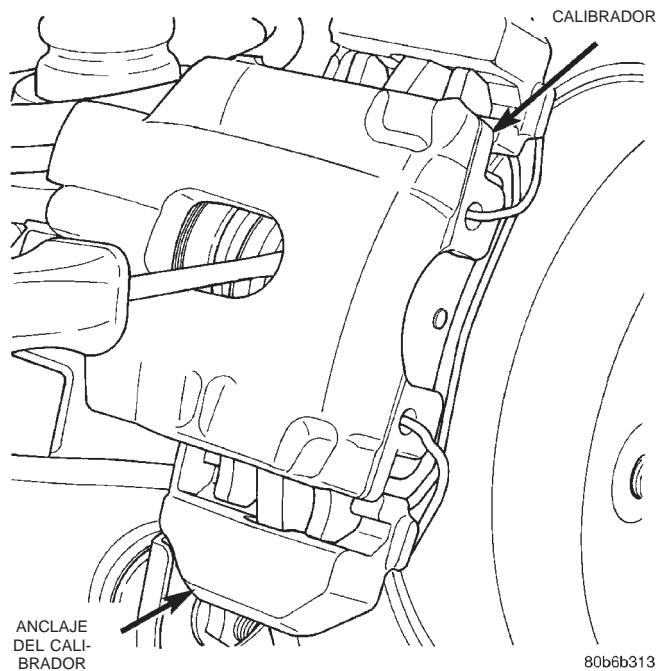

Fig. 37 Bajando el pistón de calibrador
- (1) Eleve y apoye el vehículo.
- (2) Retire el conjunto de rueda y neumático trasero.
- (3) Drene una pequeña cantidad de líquido del depósito de freno del cilindro maestro empleando una pistola de succión **limpia**.
- (4) Baje los pistones de calibrador dentro del calibrador haciendo palanca sobre el calibrador (Fig. 37).